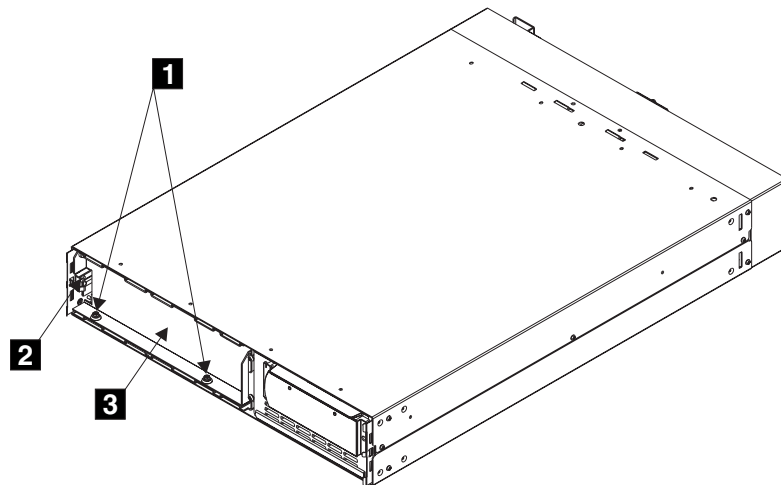

図 75. バッテリー保持ブラケットの取り外し
- c. ブラケット左側の 2 個のボルト **1** と追加のナット **2** を外し、バッテリー保持ブラケット **3** を取り外します。図 75 を参照してください。